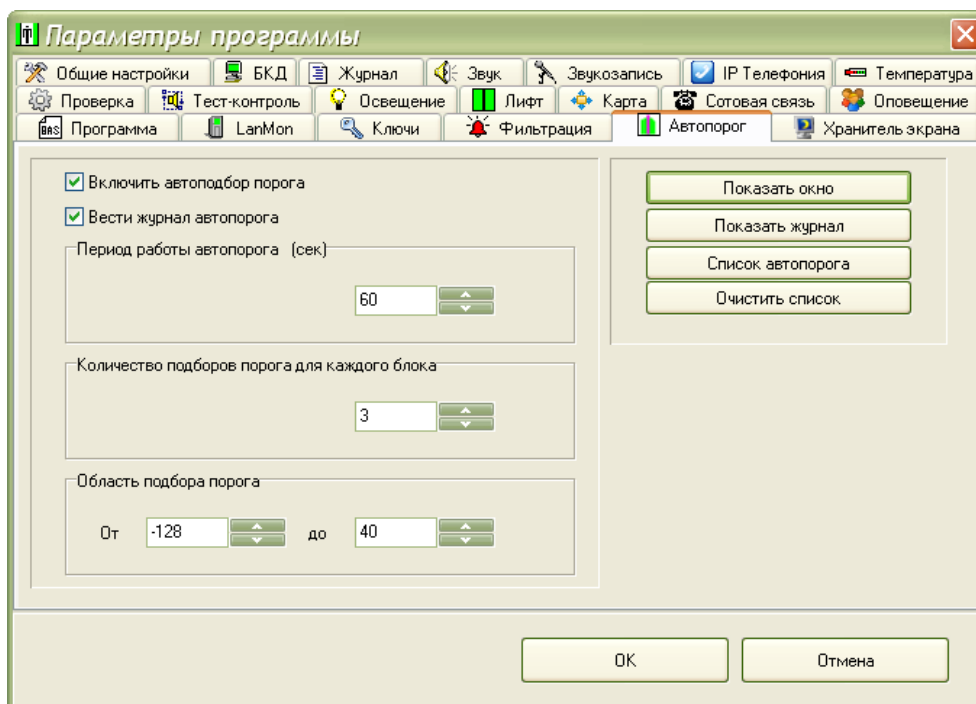

Рисунок 86
- включить режим автоматического подбора порога и установить его типовые настройки (рисунок 86);